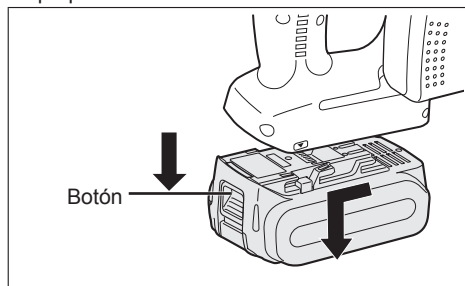

Fig. 3
2. Para extraer la batería (Consulte la Fig. 3.) Presione el botón hacia abajo y deslice el paquete de baterías hacia delante.